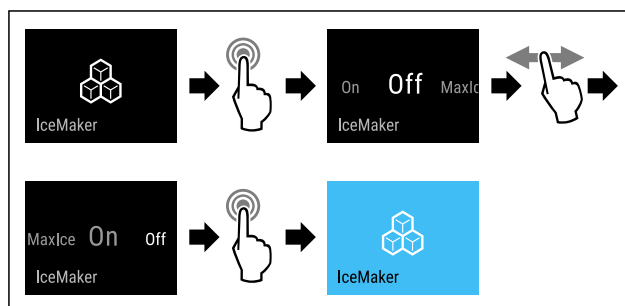

Fig. 16
- Ejecutar los pasos (consulte Fig. 16).